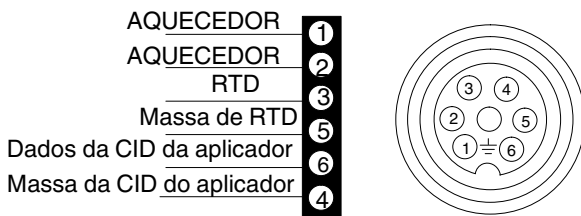

Figura 14: Posições dos pinos do cabo do aplicador
3. Consulte a figura 14. Teste a integridade do circuito do aquecedor (pinos 1 e 2):
4. Consulte a figura 14. Se a temperatura do aplicador for conhecida, meça a resistência através do circuito do RTD (pinos 3 e 5).